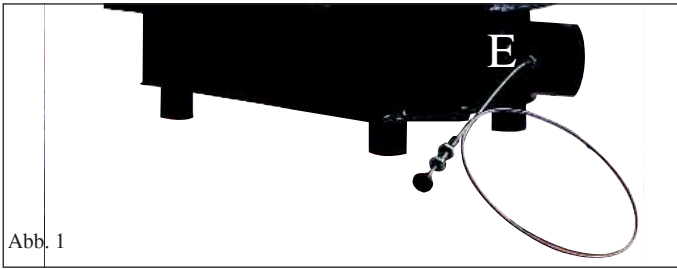

Abb. 1
Der Befehl über die entsprechende Klappe (E - Abb.1), die sich auf dem Stutzen für die Außenluftzufuhr befindet, regelt die für die Verbrennung erforderliche Primärluftmenge. Durch Eindrücken des Knopfes schließt die Außenluftklappe, durch Ziehen des Knopfes öffnet sie.
- N.B.: Bei der Installation des Thermostatventils muss die Klappe für die manuelle Luftzufuhr entfernt werden. Dazu das Ventil und das Kabel komplett mit Knopf ausbauen (E - Abb. 1).
Die Verbrennungsluft wird durch Außenluftzufuhr über den Stutzen eingefangen (E - Abb. 1) und gelangt über den Aschenrost in den Feuerraum.